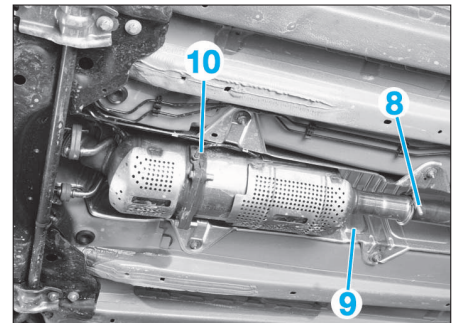

FIG. 9
- Déposer (Fig.9) :
- le collier du tube intermédiaire d'échappement (8)
- l'écran thermique (9).